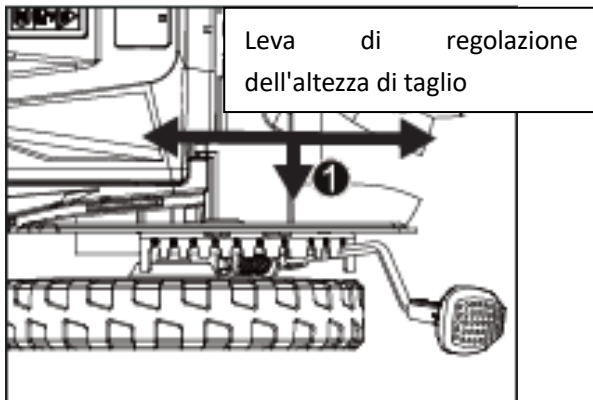

Fig. 7a
- Estrarre la leva di regolazione dell'altezza di taglio dal fermo e spostarla in avanti o indietro per impostare l'altezza di taglio desiderata (fig. 7a).